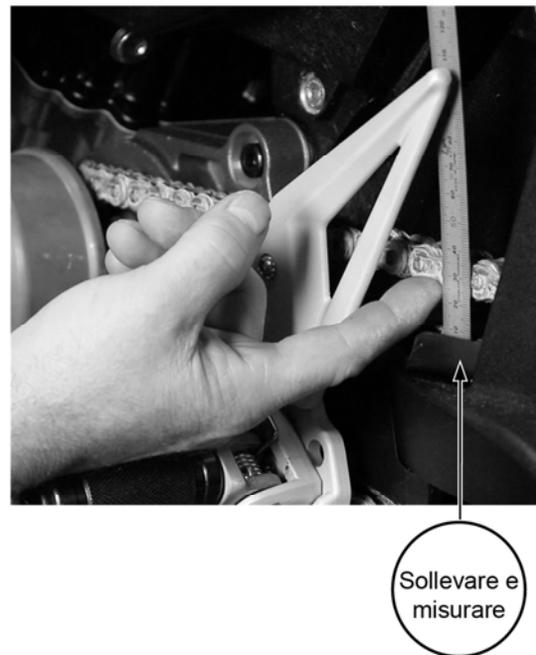

Figura 42: Misurazione del tensionamento.
Vedere la figura 42. Regolare la catena a 30 mm +/- 2 mm, come mostrato in figura.
4. Sollevare la catena fino a quando non è tesa, quindi verificare la tensione misurando la distanza dal lato inferiore di una maglia al lato inferiore del blocco di sfregamento della catena. Regolare la distanza a 30 mm +/- 2 mm, come mostrato nella figura 42.